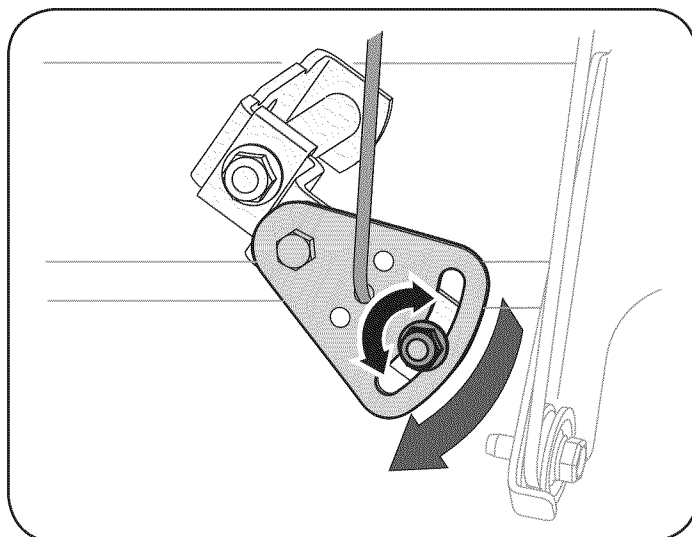

Figura 21
2. Afloje la tuerca hexagonal del soporte de posicionamiento del cable de cambios. Vea la Figura 21.